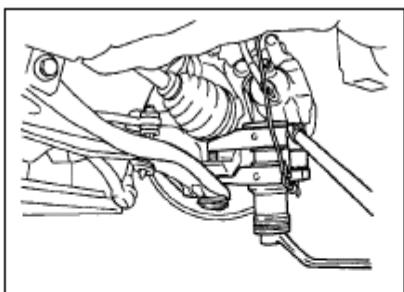

Рис. 121
- (1) Отсоедините шплинт и гайку
- (2) С помощью съёмника шаровых шарниров, отсоедините блок левого нижнего коромысла от поворотного кулака(рис. 121)